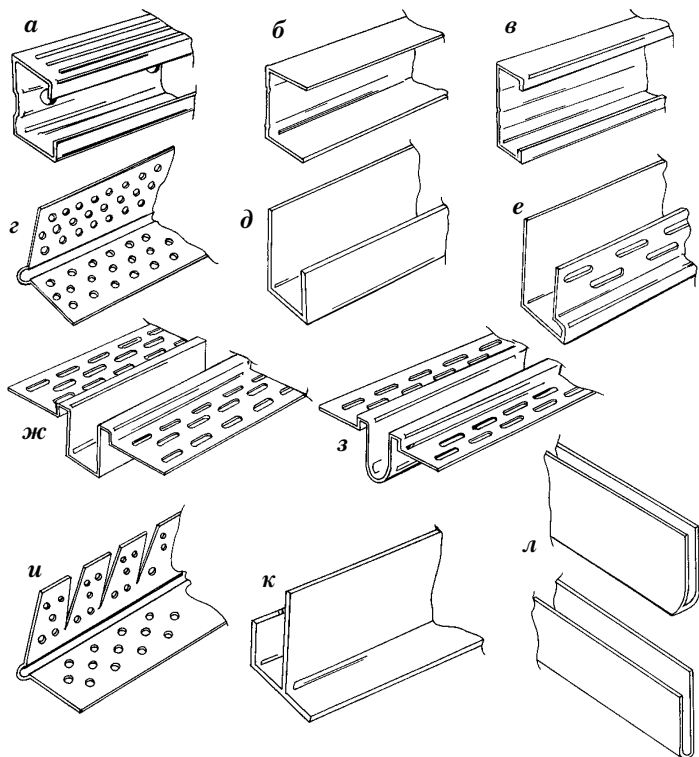

Рис. 1. Виды металлических профилей для гипсокартона:
Различают несколько видов профилей (рис. 1). Рассмотрим основные характеристики каждого из них.
1. Стоечный профиль (ПС – профиль стоечный, рис. 1, а) – продолговатое по форме металлическое изделие с П-образным (коробчатым) сечением и продольными желобками для придания большей прочности профилю. Такое изделие называют швеллером. Швеллеры используют в качестве вертикальных стоек металлического каркаса.
2. Направляющий профиль (ПН – профиль направляющий, рис. 1, б) по сечению идентичен стоечному профилю, но не содержит желобков на поверхности.
3. Потолочный профиль (ПП – профиль потолочный, рис. 1, в) также выпускают в форме швеллера, но на поверхности металла вдоль всего профиля выделяются 3 канавки. Этот профиль применяют для устройства подвесных потолков.
4. Угловой профиль (ПУ – профиль угловой, или L-профиль, рис. 1, г) имеет сечение в виде прямого угла и выполнен из перфорированной металлической ленты, согнутой под этим углом. Такой профиль нужен для отделки углов конструкций из гипсокартона для защиты их от деформаций и придания эстетичного вида. Угловые профили могут быть внутренними и внешними, отличаться по дополнительным функциям и возможностям (например, гибкий профиль для создания нестандартного
✓ **Ж-профиль** (рис. 1, д) — профиль П-образного сечения, у которого одна полочка (или одна «ножка» буквы «П») меньше другой (стандартно 12,5 и 22 мм соответственно или 10 и 22 мм); этот профиль применяют для оформления кромки облицовки из гипсокартона, защиты ее от влаги;
✓ **Ж-профиль скрытый** (рис. 1, е) отличается от обычного Ж-профиля перфорированной боль-
✓ **профиль для рустов** (рис. 1, ж) необходим для создания аккуратных пазов (рустов) между листами гипсокартона; пазы могут быть глубиной 6 или 12 мм и различной ширины, они играют чисто декоративную роль;
✓ **профиль для кабеля** (рис. 1, з) имеет канавку округлого сечения и предназначен для устройства в гипсокартоне некоторых видов волоконно-оптического кабеля; для этого профиля выпускают также поворотные элементы с различными радиусами;
✓ **угловой профиль для арок** (рис. 1, и) представляет собой угловой профиль надрезами в перфорированной полочке по всей длине, что позволяет сгибать профиль; арочные угловые профили так же, как и прямые, имеют множество разновидностей, созданных для удобства отделки и придания помещению желаемого вида;
✓ **F-профиль** (рис. 1, к) предназначен для соединения листов гипсокартона;
✓ **финишный трим** (рис. 1, л) – профиль, применяемый для отделки концов другого профиля, а также для заделки щелей.